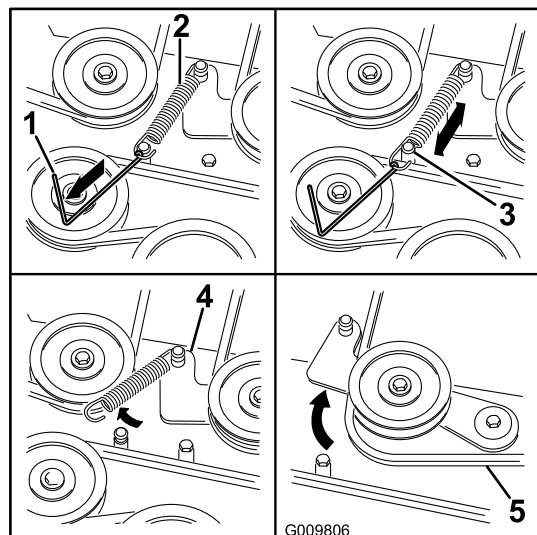

Figura 73
6. Servendovi di un attrezzo per la rimozione delle molle (n. cat. Toro 92-5771), sganciate la molla di rinvio dal perno del piatto di taglio per eliminare la tensione dalla puleggia tendicinghia (Figura 73).
9. Montate la nuova cinghia attorno alle pulegge del tosaerba e alla puleggia della frizione, sotto il motore (Figura 73).
10. Servendovi di un attrezzo per la rimozione delle molle (n. cat. Toro 92-5771), agganciate la molla di rinvio al perno del piatto di taglio per mettere in tensione la puleggia tendicinghia e la cinghia (Figura 73).